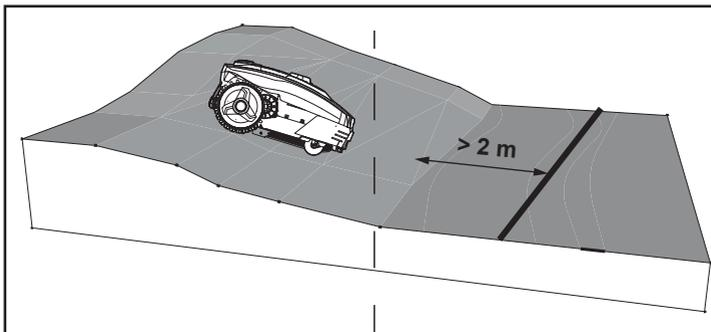

Fig. 8
- Le câble périphérique (19) ne doit jamais être perpendiculaire à une pente supérieure à 10°. Laisser une bande d'au moins 2 mètres entre une pente de 10° ou plus et le câble périphérique (19) (Fig. 8).